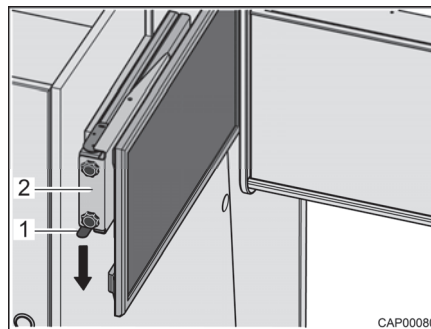

Bild 94 Auszug mit Flachbildschirm
- Rastfeder (Bild 94,1) nach unten drücken und Auszug (Bild 94,2) mit Flachbildschirm waagrecht in Richtung Fahrzeugmitte herausziehen.
- Auszug (Bild 94,2) mit Flachbildschirm waagrecht bis zum Anschlag hineinschieben. Die Rastfeder (Bild 94,1) rastet hörbar ein.